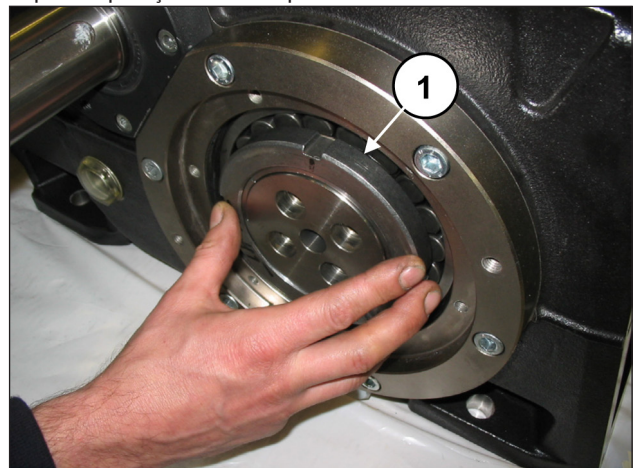
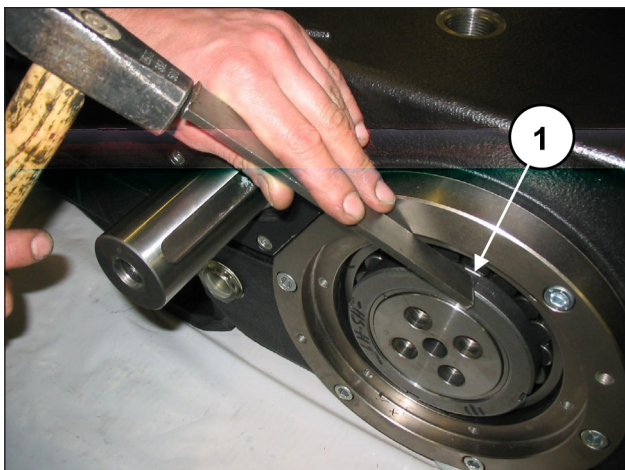

Fig. 15
Fig. 16
Se um lado, aperte um anel do tipo SKF KM20 na bússola de pressão (pos. ①, Fig. 15), em seguida, desbloqueie a bússola mediante o mecanismo de percussão (pos. ①, Fig. 16), sem extraí-la.